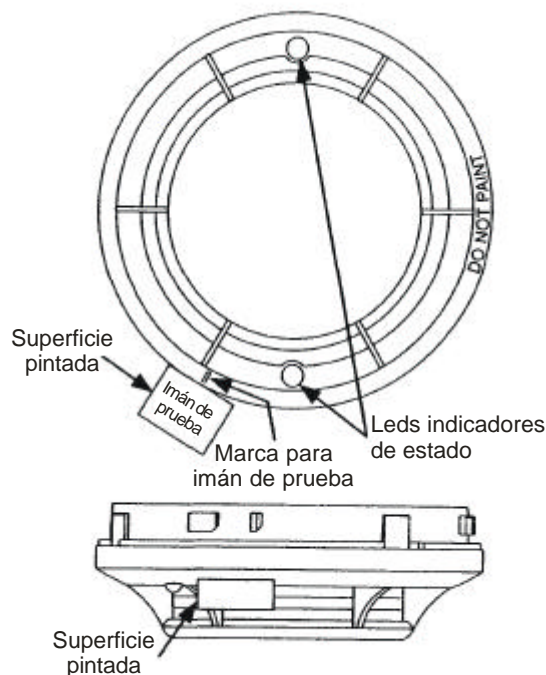

Figura 2. Posición del imán de prueba
1. Mantenga el imán de prueba en el área de prueba como se muestra en la figura 2.